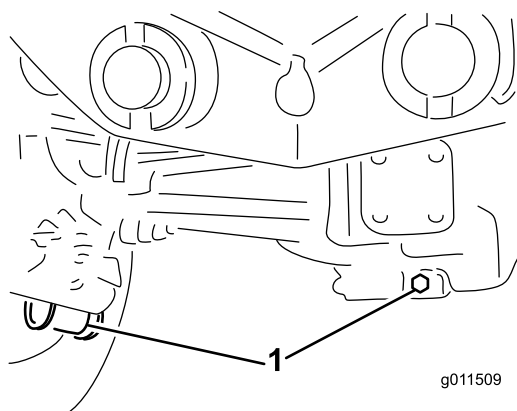

Figura 62
2. Limpie la zona alrededor de los tres tapones de vaciado, uno en cada extremo y uno en el centro (Figura 62).